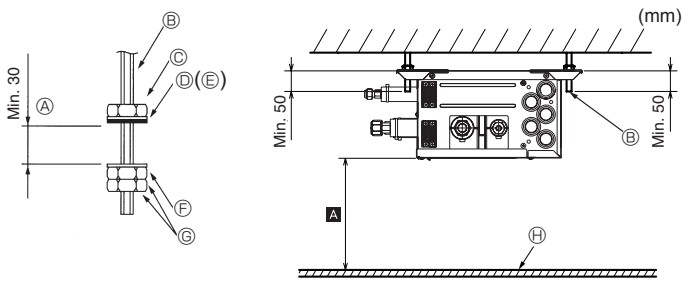

Fig. 6-1
- (2) Befestigen Sie Unterlegscheiben und Muttern (1,2, zusätzlich zu erwerben) an den Tragbolzen. (Fig. 6-1)
- (3) Hängen Sie das Gerät an die Tragbolzen.
- (4) Ziehen Sie die Muttern vollständig fest (Abstand zur Decke prüfen).
- (5) Benutzen Sie eine Wasserwaage, um den Verteilerkasten waagrecht anzubringen.
- Ⓓ Unterlegscheibe (mit Isolierung) ①
- Ⓕ Unterlegscheibe (ohne Isolierung) ②